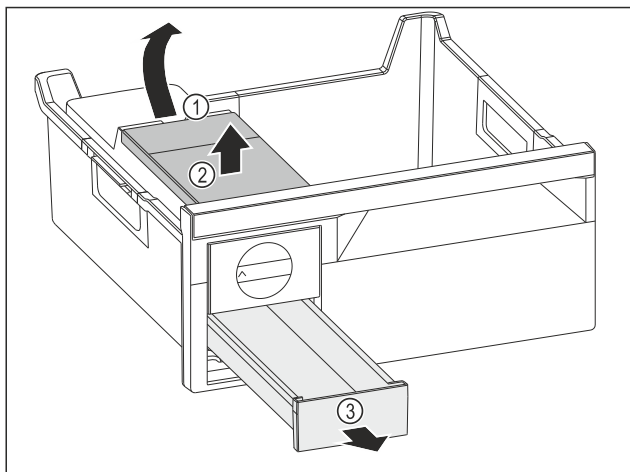

Fig. 77
- Sacar el depósito de agua: Subir el depósito de agua por la entalladura Fig. 77 (1).
- Extraer el depósito de agua Fig. 77 (2) por arriba.
- Extraer el cajón para cubitos de hielo Fig. 77 (3) por delante.